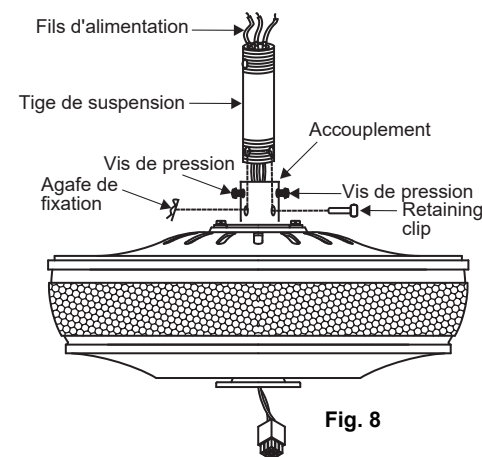

Fig. 8
Étape 6. Desserrez les deux vis de réglage et retirez la goupille d'attelage et le clip de retenue de l'accouplement au-dessus de l'ensemble moteur. (Fig.8)
Ensuite, remplacez la goupille d'attelage et le clip de retenue. Serrez les deux vis de réglage. (Fig.8)